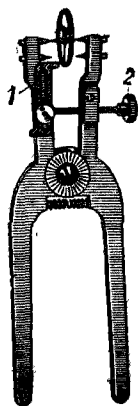
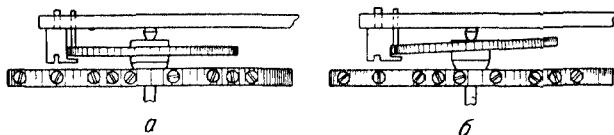

Рис. 83. Циркуль для визначення биття балансу і коліс:
Рис. 85 Положення спіралі між мостом і балансом:
Для визначення торцевого биття балансу і коліс застосовують дуже зручний циркуль (рис. 83).
6. Витки спіралі повинні розміщуватися в одній площині паралельно балансу і мосту (рис. 85).
Баланс з насадженою на ньому спіраллю вставляють в циркуль (див. рис. 83). Під час обертання балансу видно, в який бік треба виправити спіраль, якщо вона була встановлена неправильно (див. рис. 85).